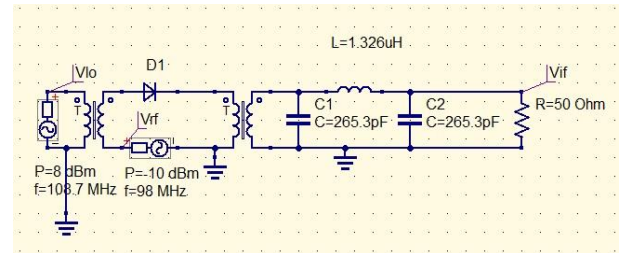

FIG. 3. MEZCLADOR DE TERMINACIÓN ÚNICA A DIODO
En la Fig. 3 se muestra el circuito simulado en el cual el diodo será el encargado de generar el producto de intermodulación de las dos frecuencias de entrada. Utilizamos un filtro para poder recuperar la componente espectral que se desea (2).